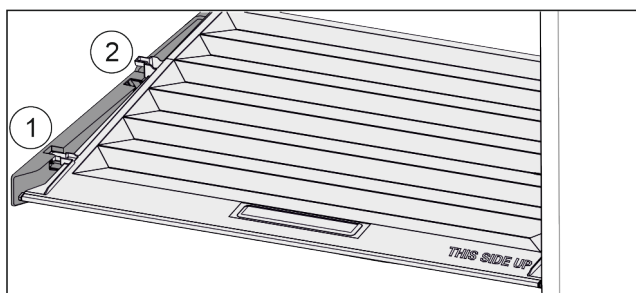

Fig. 149
- ▶ Pokrov povlecite naprej Fig. 149 (1) do odprtine v držalnih delih.
- ▶ Zadaj ga od spodaj dvignite in odstranite Fig. 149 (2) navzgor.